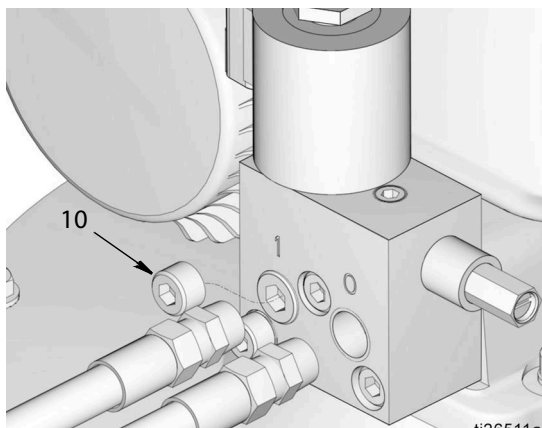
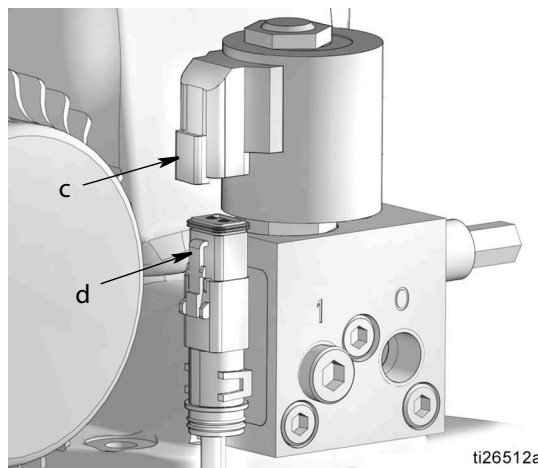

Рис. 6
Рис. 7
9. Подсоедините трубку подачи смазки к выходному отверстию воздуховыпускного клапана с отметкой 0 (Рис. 6).
10. Во входное отверстие с отметкой 1 (Рис. 6) установите один из следующих компонентов:
- заглушку (10);
11. Подсоедините один конец кабеля (d) к корпусу клапана (c) (Рис. 7).